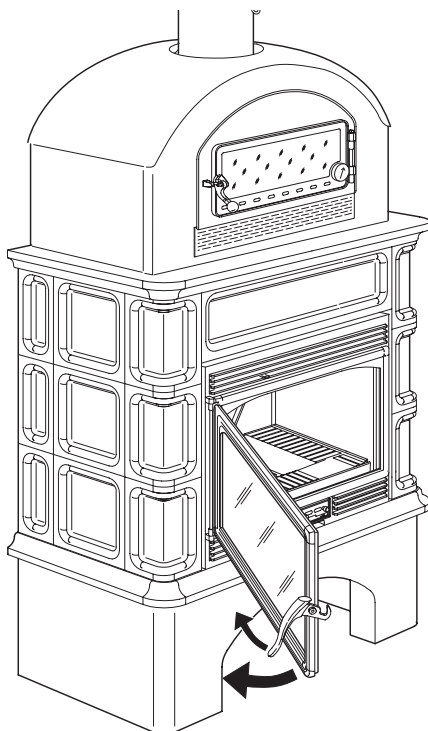

Fig. 7.1.5
### 7.1.5 Comment utiliser la porte (Fig. 7.1.5)
**ES 7.1.5 Como se usa la puerta (Fig. 7.1.5)**